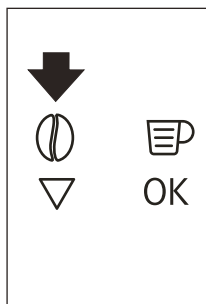

Fig. 15
- ▶ Apăsați pe pictograma ☉ (B4) (Fig. 15) și selectați funcția de cafea pre-râșnită.